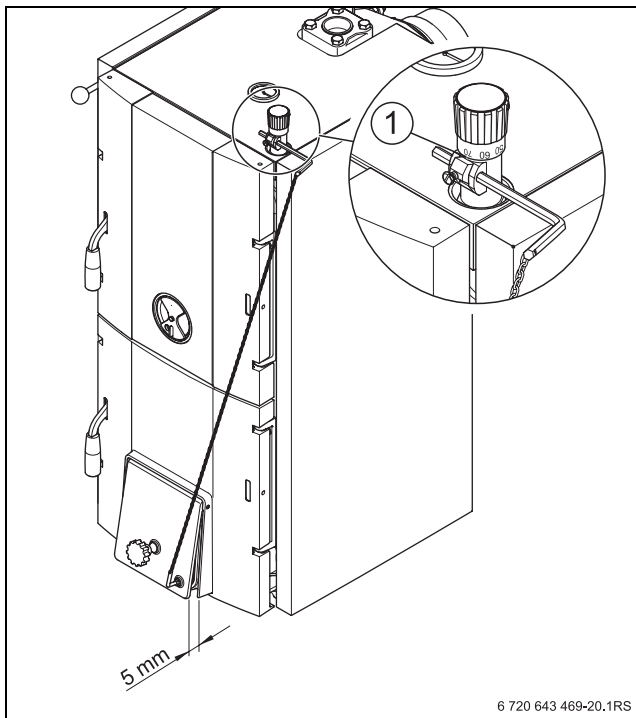

Рис. 26 Настройка регулятора горіння
- ▶ Встановити регулятор горіння на червоне маркування (85 °C) (→ Рис. 26).